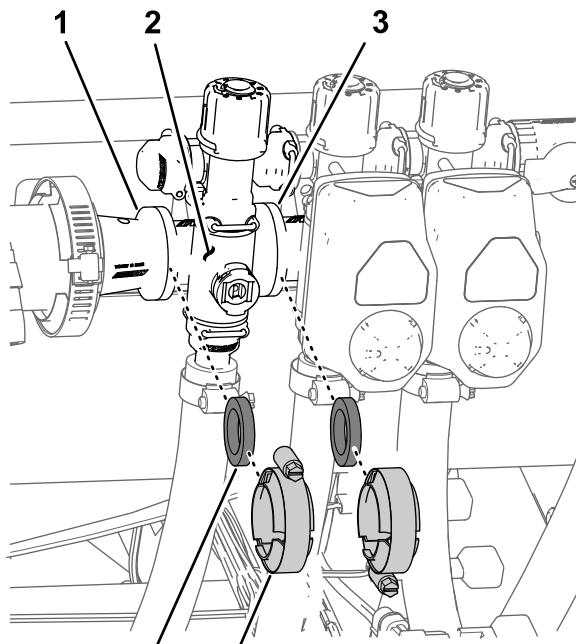

Figura 136
2. Retire as braçadeiras e as juntas que fixam o coletor da válvula de secção (Figura 136) à válvula de secção adjacente (se válvula de secção esquerda e acoplador de redução).
1. Retire as braçadeiras e as juntas que fixam o coletor da válvula de secção (Figura 136) à válvula de secção adjacente (se válvula de secção esquerda e acoplador de redução).